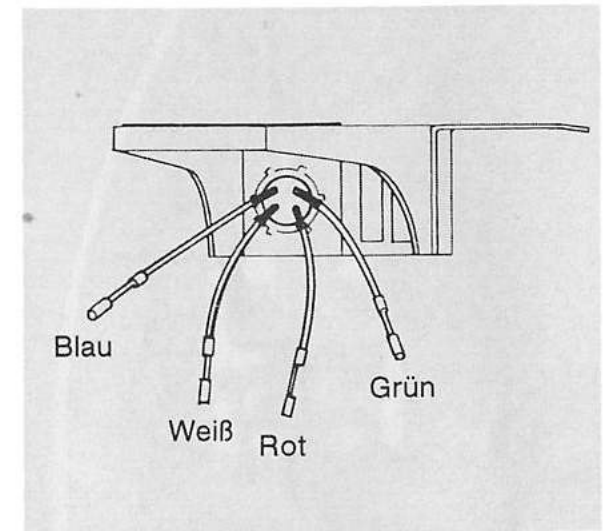

Fig. 13
**Zum Anschließen des Systems** stecken Sie zuerst die farbigen Anschlußkabel wie in Fig. 13 dargestellt auf die Kontaktstifte am Tonarm.